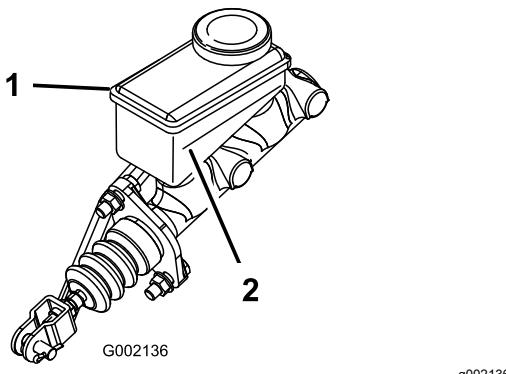

Figura 49
- 2. Mire el nivel de aceite en el lateral del depósito (Figura 49).
- B. Añada líquido de frenos DOT 3 al depósito hasta que el nivel esté por encima de la línea Mínimo (Figura 49).